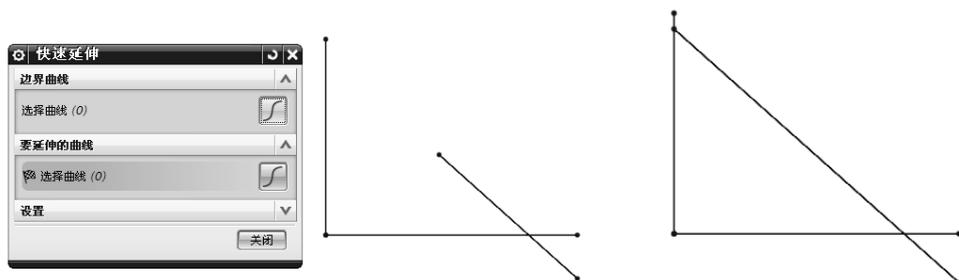

图 2-55 快速延伸
(4) 快速延伸 : 将曲线延伸至另一邻近曲线或选定的边界, 如图 2-55 所示。